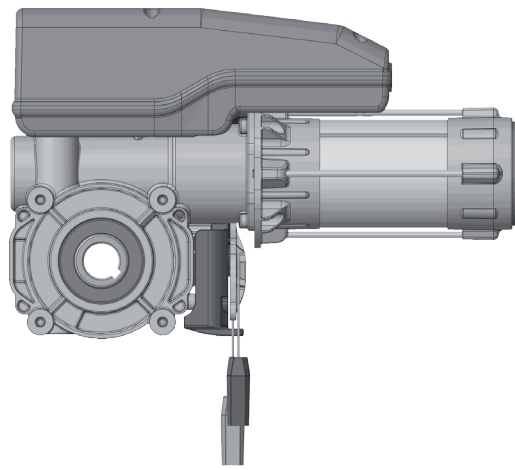

FIG. 18
6.4 MANOVELLA CON GANCIO - (FIG. 18)